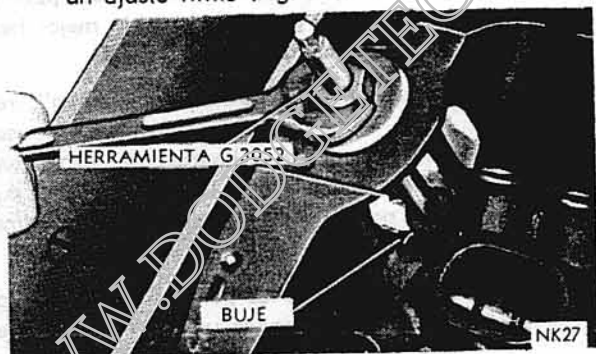

Fig. 28 - Extracción del Bujes del Eje Impulsor del Distribuidor
1. Colóquese la Herramienta C-3052 en el buje usado y fíjese hasta que se obtenga un ajuste firme (Fig. 28).